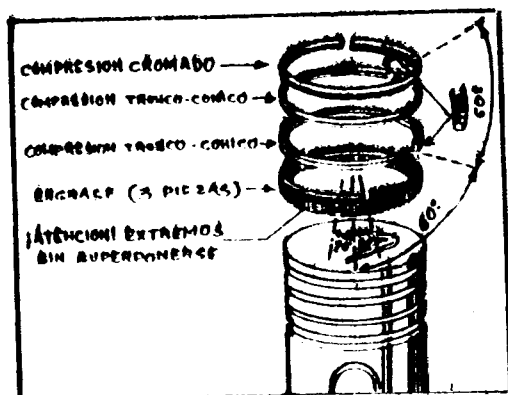

Fig. A3-86 Montaje de segmentos
- 2.1. Colocar los segmentos en la posición indicada en la Fig. A3-86, lubricándolos con aceite de motor.
- 2.2. Lubricar los cilindros abundantemente con aceite de motor. Situar el cigüeñal con dos de las muñequillas en la posición de punto muerto inferior, e introducir en los cilindros los pistones y bielas correspondientes, con el orificio de engrase que disponen las bielas, hacia el árbol de levas y el vértice de la "V" de turbulencia de la cabeza del pistón, también hacia el árbol de levas, A (Fig. A3-86). Para introducir los pistones, se hará uso de una abrazadera de comprimir segmentos.
NOTA: Para el montaje y colocación de los segmentos, ver Fig. A3-86.